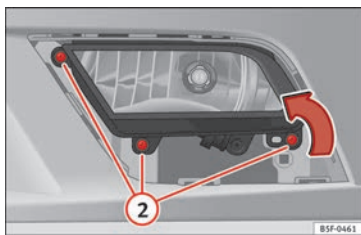

Fig. 213 Farol de nevoeiro.
- Retire os parafusos (3x) »» Fig. 213 ② para extrair o farol de nevoeiro.